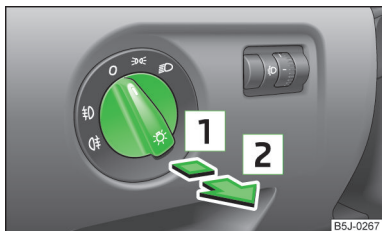

Abb. 43
- Zunächst den Lichtschalter » Abb. 43 in Stellung  oder  drehen.
- Zunächst den Lichtschalter » Abb. 43 auf Seite 60 in Stellung  oder  drehen.